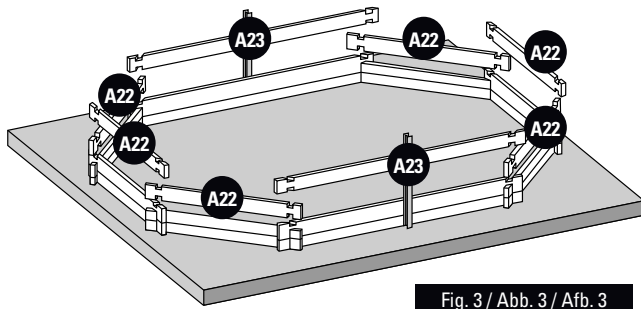

Fig. 3 / Abb. 3 / Afb. 3
- EN 3rd LAYER OF BOARDS:** Install the third layer of boards as shown in figure 3. The position of the refilling fitting with the key and the skimmer should be defined at the start of the assembly (read the specific paragraphs).
- FR 3^{ÈME} RANGÉE MADRIERS :** Positionnez les madriers de la 6ème rangée conformément à la figure 3. Vous devez avoir déterminé l'emplacement de la buse de refolement et du skimmer dès le début du montage (voir paragraphes spécifiques).
- DE 3. BRETTREIHE:** Platzieren Sie die Bretter der dritten Reihe laut Abb. 3. Zu Beginn der Montage müssen Sie die Lage des Druckventils und des Skimmers festlegen (lesen Sie hierzu die entsprechenden Abschnitte).
- NL 3ª RIJ PLANKEN:** Plaats de planken van de derde rij zoals te zien is op afbeelding 3. U moet al bij aanvang van de montage bepalen op welke plaats het uitstroommondstuk en de skimmer moet komen (less de betreffende paragrafen).